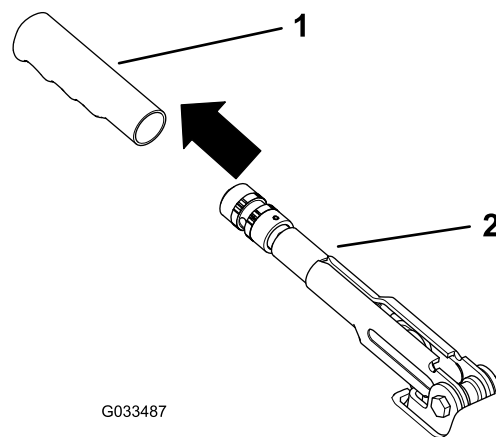

Figura 59
1. Retire a pega de borracha da alavanca do travão de estacionamento (Figura 59).
5. Coloque a pega de borracha na alavanca do travão de estacionamento (Figura 59).